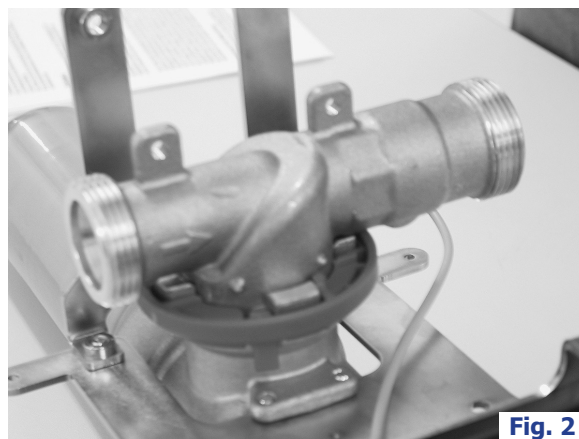

Fig. 2
B. Placer l'appareil avec la face arrière vers le haut sur un plan horizontal (attention de ne pas rayer ou abîmer l'appareil) (**fig. 2**).